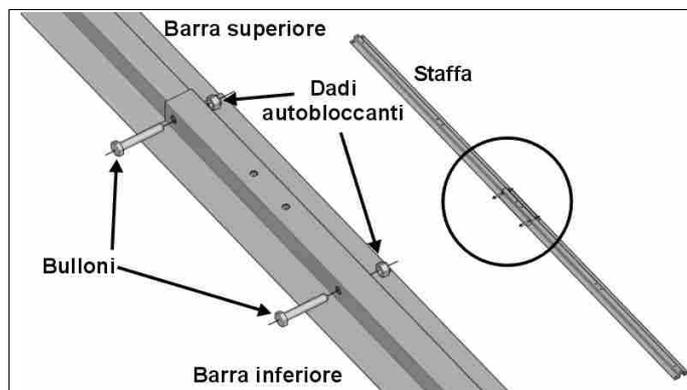

Fig. 3: Staffe di supporto
2. Si consiglia di distendere sul pavimento dei cartoni od altra protezione, come base di lavoro per la preparazione del tabellone. Per ogni tabellone deve essere preparata una coppia di staffe di supporto, unendo una barra superiore ('U' stretta) ad una inferiore ('U' larga): sormontare le due barre allineandone i fori per il passaggio dei bulloni e quindi serrarle mediante due bulloni e i dadi autobloccanti (Fig. 3).